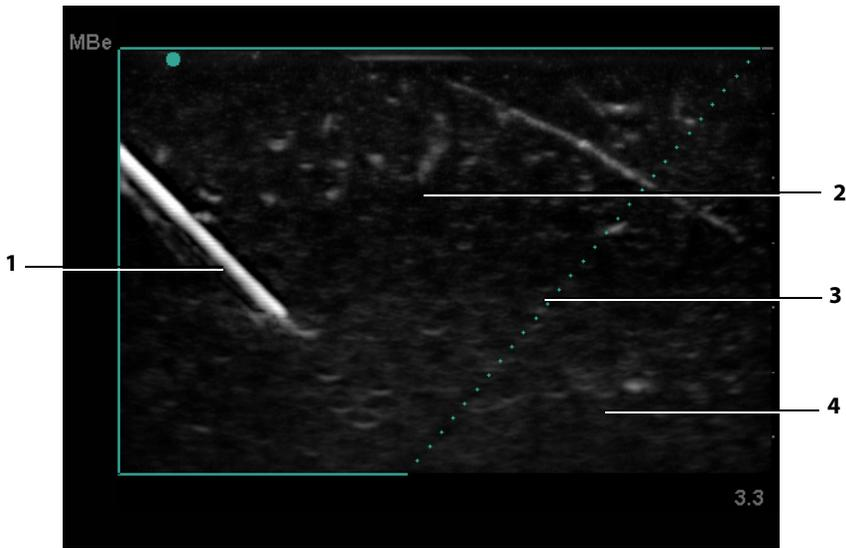

Рис.2: Изображение при активной технологии MBe (линейный датчик)
- Следует учитывать, что усиление визуализации линейных структур происходит только на выделенной части изображения. Визуализация зоны вне выделенной части остается неизменной. (См. Рис. 2.)
Включает технологию SonoMBe, которая улучшает визуализацию линейных структур в пределах выбранного диапазона угла обзора и позволяет облегчить управление иглой при установке катетера и выполнении блокады нервов. Трапециевидный или треугольный контур ограничивает зону действия функции. (См. Рис. 2.)